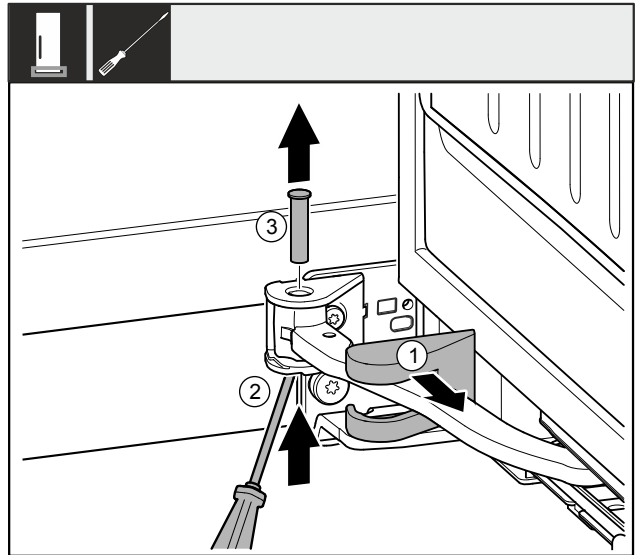

Fig. 10
- ▶ Lagerbokafdekking Fig. 10 (1) wegnemen en langs het scharnier verschuiven.
- ▶ Bouten Fig. 10 (2) met vinger of schroevendraaier van onderaf optillen.
- ▶ Bouten Fig. 10 (3) van boven af eruit trekken.